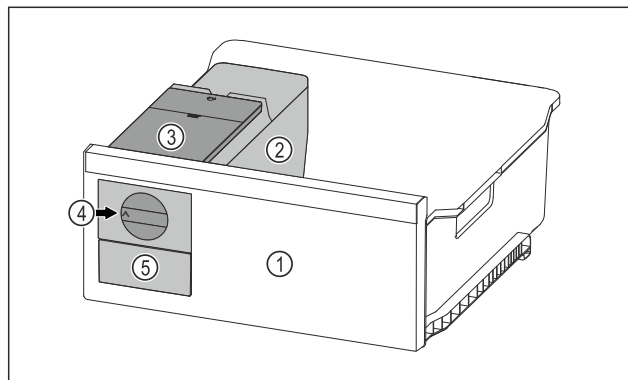

Fig. 75 Exempel
- Vrid reglaget Fig. 75 (4) medurs fram till anslaget.
- Isbitar faller från isbitsbrickan in i isbitslådan Fig. 75 (5). Om inte alla isbitar kommer ut ur isbitsbrickan: